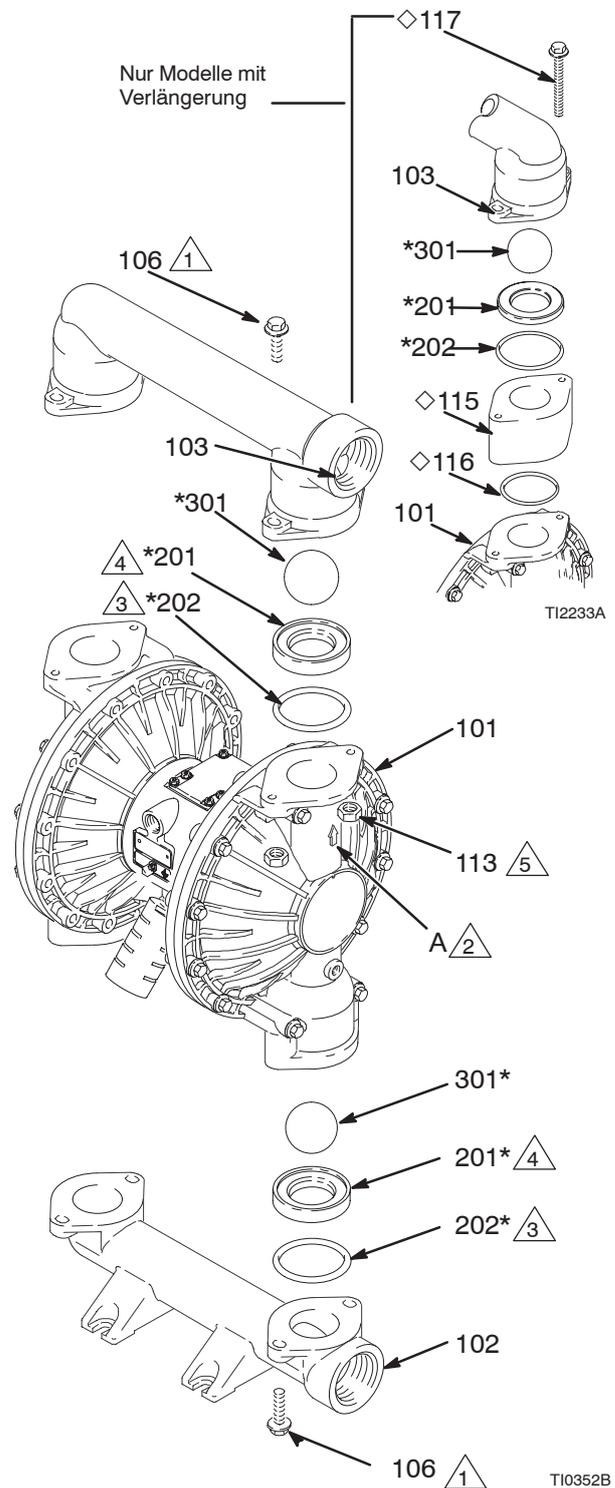

Abb. 10
3. Mit einem 10-mm-Steckschlüssel die vier Schrauben (106) lösen, mit denen der Auslassverteiler (103) an den Materialabdeckungen (101) befestigt ist. Siehe Abb. 10.
4. Die Sitze (201), Kugeln (301) und O-Ringe (202) aus dem Verteilerrohr ausbauen.
2. In umgekehrter Reihenfolge wieder einbauen und dabei alle Hinweise in Abb. 10 beachten. Sicherstellen, dass die Kugelventile **genauso** zusammengebaut sind, wie gezeigt. Die Pfeile (A) auf den Deckeln (101) **müssen** zum Auslass-Verteilerrohr (103) zeigen.